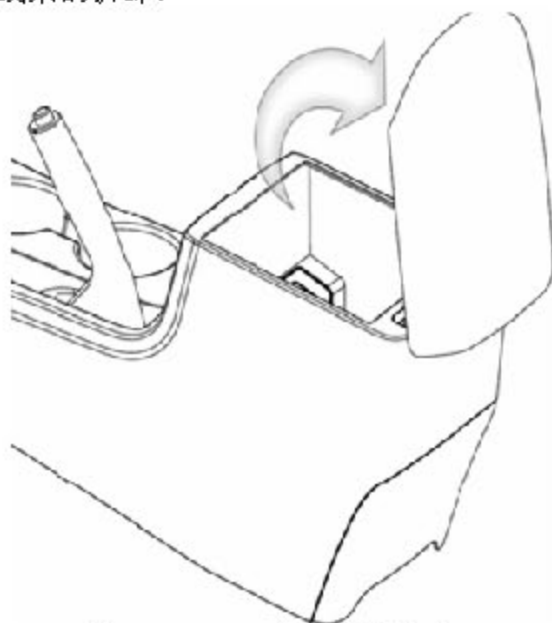

图 6-2-5 USB 安装板的拆卸 a
A).打开扶手至直立状态，取出储物盒中放置的物品，并断开所有与 USB 接口连接的电器原件，使 USB 安装板完全可见。如图 6-2-5 所示；